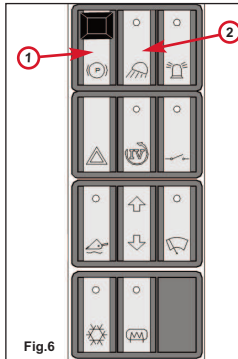

Fig.6
- Appuyer sur l'interrupteur de déverrouillage (Fig.6 - rep.1) afin de débloquer le frein de stationnement.
- Tirer la bague de verrouillage (Fig.6 - rep.1) vers le haut afin de déverrouiller le vérin hydraulique.
- frein de stationnement (à verrouillage) (Fig.6 - rep.1),
- projecteur de travail (Fig.6 - rep.2).
- Interrupteurs en option de haut en bas et de gauche à droite (Fig.6) :
- Enclencher l'interrupteur de verrouillage (Fig.6 - rep.1) afin de bloquer le frein de stationnement.